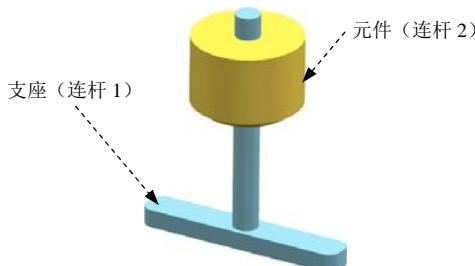
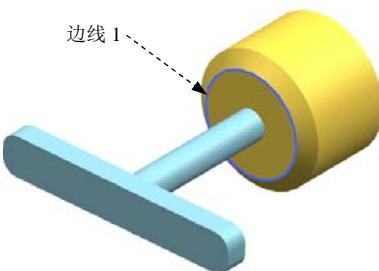

图 6.1.1 弹簧机构模型
图 6.1.4 定义操作对象
下面举例说明定义弹簧的操作过程。在图 6.1.1 所示的模型中，柱形元件安装在支座上，定义支座固定，元件与支座之间通过滑动副连接，平移轴为元件的中心轴，并在两元件的中心轴处添加一个弹簧，当元件由于重力下落时，会因弹簧的支撑进行衰减的往复运动，最终静止。
Step5. 定义固定连杆 1。选择下拉菜单  →  命令，系统弹出“连杆”对话框；选取图 6.1.1 所示的支座为连杆 1；在 **质量属性选项** 下拉列表中选择 **自动** 选项；在 **设置** 区域中选中  **固定连杆** 复选框；在 **名称** 文本框中采用默认的连杆名称“L001”；单击  按钮，完成连杆 1 的定义。
Step6. 定义连杆 2。选取图 6.1.1 所示的元件为连杆 2；在 **质量属性选项** 下拉列表中选择 **自动** 选项；在 **设置** 区域中取消选中  **固定连杆** 复选框；在 **名称** 文本框中采用默认的连杆名称“L002”；单击  按钮，完成连杆 2 的定义。
(2) 定义附着类型。在“弹簧”对话框的 **附着** 下拉列表中选择  **连杆** 选项。
(3) 定义操作对象。单击“弹簧”对话框 **操作** 区域中的  **\*选择连杆** 按钮，选取图 6.1.1 所示连杆 2 为操作连杆；单击 **操作** 区域中的  **指定原点** 按钮，在右侧下拉列表中选取“圆弧中
心”选项，在模型中选取图 6.1.4 所示的边线 1 为原点参考。
(4) 定义基本对象。单击“弹簧”对话框**基本**区域中的 **\*选择连杆 (O)** 按钮，选取图 6.1.1 所示连杆 1 为基本连杆；单击**基本**区域中的 **指定原点** 按钮，在右侧下拉列表中选取“圆弧中心” 选项，在模型中选取图 6.1.4 所示的边线 2 为原点参考。